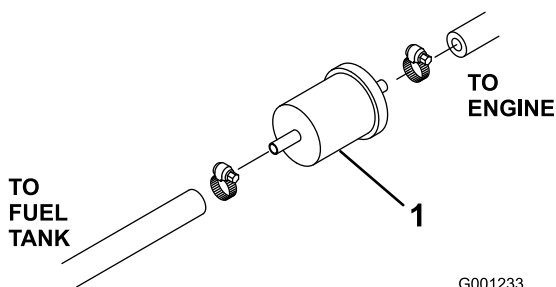

Figura 51
1. Bloquee los dos tubos de combustible que se conectan al filtro, situado entre el depósito de combustible y la bomba de combustible, de manera que no pueda escaparse el combustible cuando se desconecten los tubos (Figura 51).